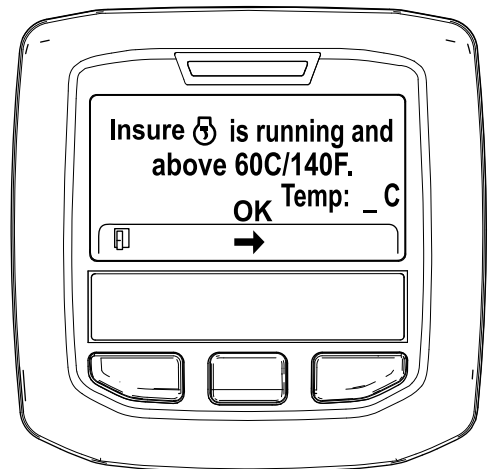

Figura 40
5. Si la temperatura del refrigerante se encuentra por debajo de 60 °C (140 °F) aparece el mensaje "Insure  is running and above 60C/140F" (Asegúrese de que está funcionando y por encima de 60 °C/140 °F). (Figura 40).